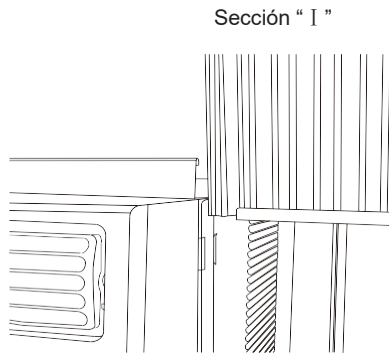

Figura 2
B. Deslice la sección "I" del extremo libre del panel directamente en el bastidor, como se muestra en la Figura 2. Deslice el panel hacia abajo. Asegúrese de dejar suficiente espacio para que la parte superior e inferior del marco puedan pasar por las guías del bastidor.